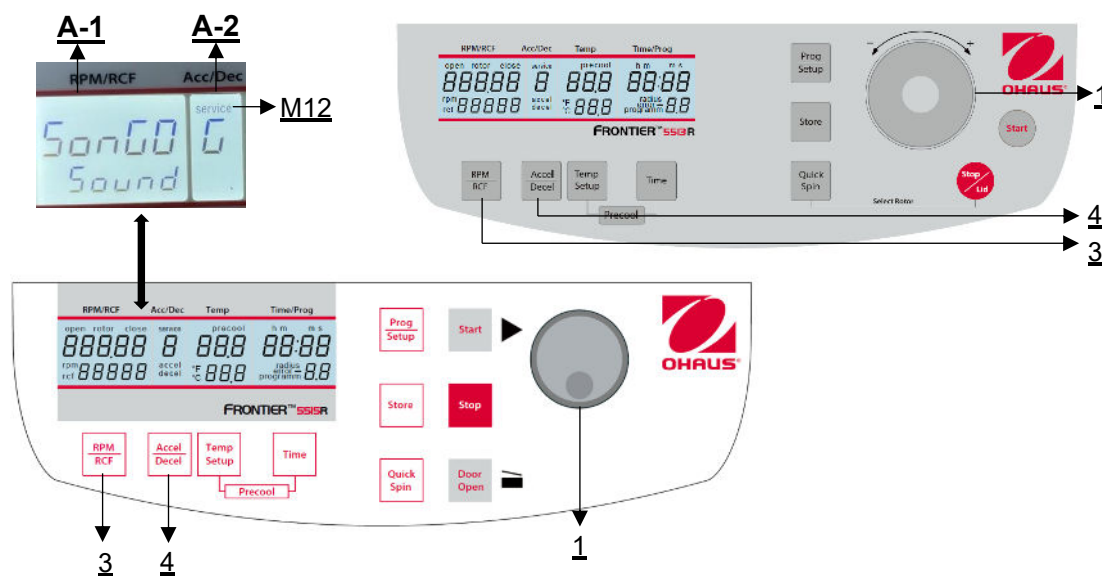

Abbildung 29
Gehen Sie wie unter Punkt 4.1.1 beschrieben vor, um in diesen Programmmodus zu gelangen und drücken Sie dann die Taste **"Accel/Decel"** (4). In der Anzeige **"Acc/Dec"** (A-2) blinkt das Wort **"Service"** (M12). Wählen Sie nun mit dem Einstellknopf / Touch Wheel (1) den Buchstaben **"G"** aus. Daraufhin erscheint in der Anzeige **"RPM | RCF"** (A-1) der Schriftzug "SonGo/Sound". Nachdem Sie die Taste **"RPM | RCF"** (3) gedrückt haben, können Sie mit dem Einstellknopf / Touch Wheel (1) einen Song auswählen (siehe Abbildung 29).